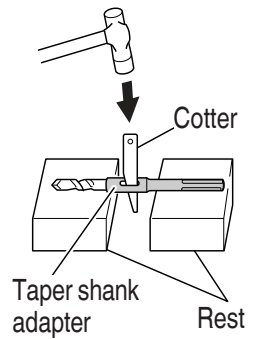

**Fig. 24**
6. Using depth gauge (**Fig. 24**)